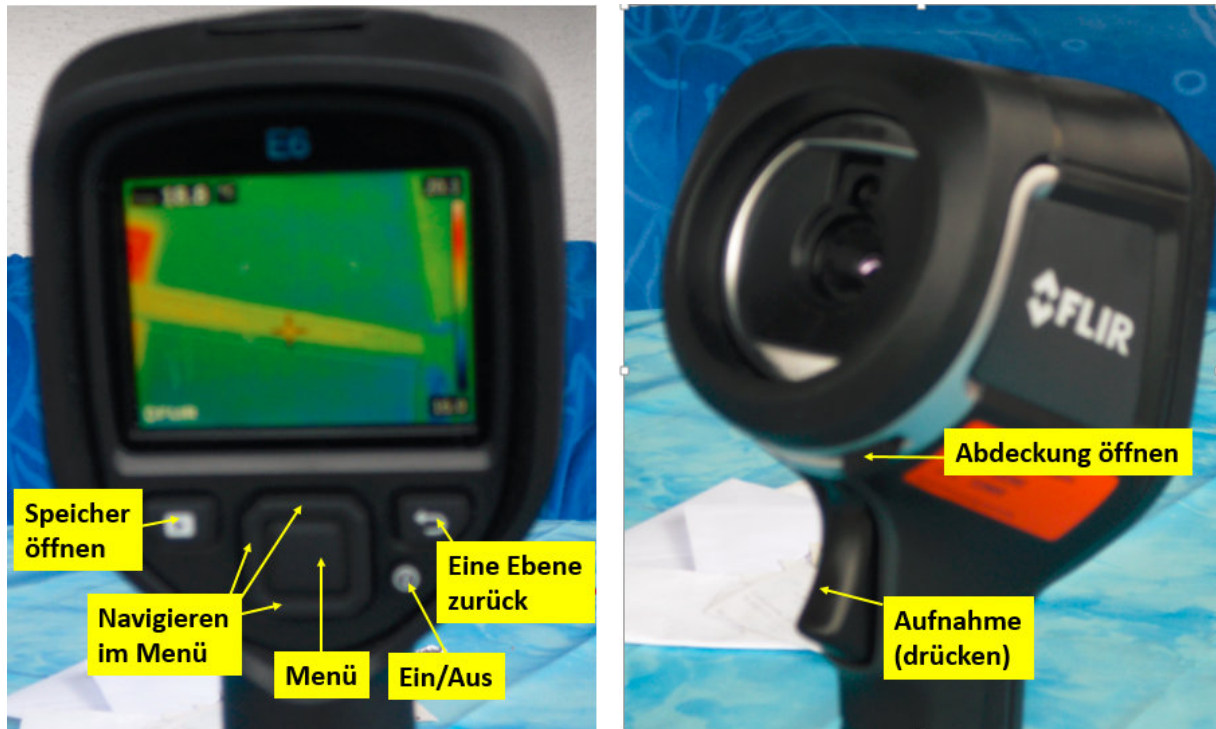

Abb.1: Bedienungsknöpfe
Abb.1: Typisches Fassadenbild eines geheizten Hauses. Die gelben Zonen sind wärmer als die violetten – dort entweicht mehr Wärme. Durch bessere Isolierung könnte das vermieden werden. Schwachpunkte sind fast immer die Fenster, Fensterfassungen und Rollladenkästen. Außerdem sind hier die Decken nicht ausreichend von den Wänden isoliert.
- Bei der Farbauswahl können sie zwischen Rainbow (Bsp. Abb.1) und Iron (alle Wärmebilder im Haupttext wählen). Dabei bietet Rainbow mehr Farbabstufungen